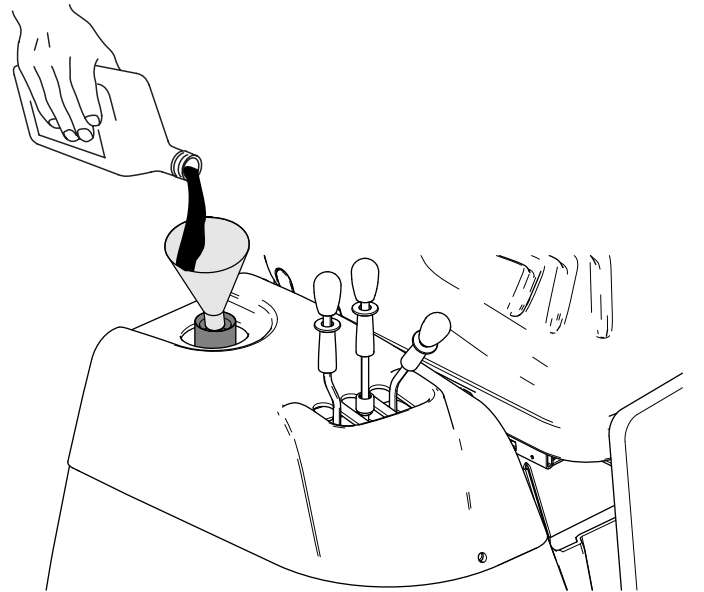

Figura 100
7. Dacă nivelul lichidului este sub marcajul inferior al joiței, adăugați uleiul hidraulic specificat în tubul de umplere (Figura 100) până când acesta se încadrează între cele 2 marcaje ale joiței.